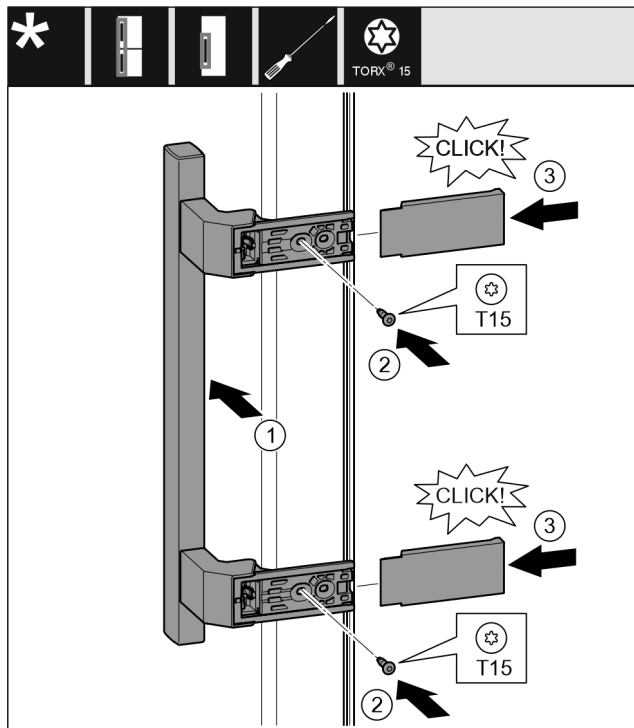

Fig. 12
- ▶ Helyezze fel a fogantyút a másik oldalra. Fig. 12 (1)
- ▶ Húzza meg a csavarokat T15 csavarhúzóval. Fig. 12 (2)
- ▶ Helyezze fel a fedelet oldalra, és tolja őket a helyükre. Fig. 12 (3)